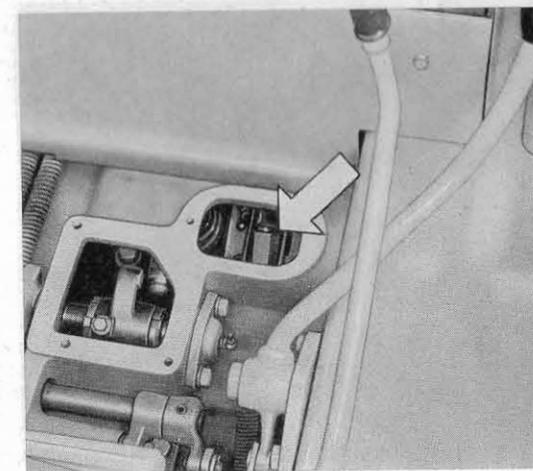

Fig. 21. - Dado di registro giuoco tra nastro frenante e tamburo (freno sinistro).
- Smontare le pedane e i due coperchi superiori d'ispezione; avvitare i dadi di registro (ved. fig. 21) finchè la corsa dei pedali risulti di 4-5 cm.